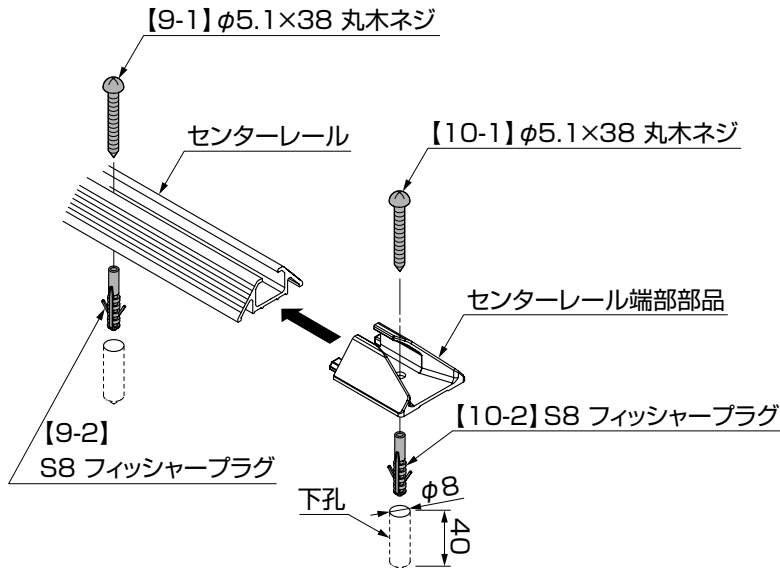

図11-5
- ①センターレールの位置を決め、センターレールの孔に合わせて地盤に下孔φ8 深さ40mm以上の孔をあけてください。(図11-5参照)
- ②【9-2】を圧入し、【9-1】でネジ止めしてください。(図11-5参照)
- ③センターレール端部部品をセンターレールに図のように差込み、センターレール端部部品の孔に合わせて地盤に下孔φ8 深さ40mm以上の孔をあけてください。(図11-5参照)
- ④【10-2】を圧入した後、【10-1】でネジ止めしてください。(図11-5参照)